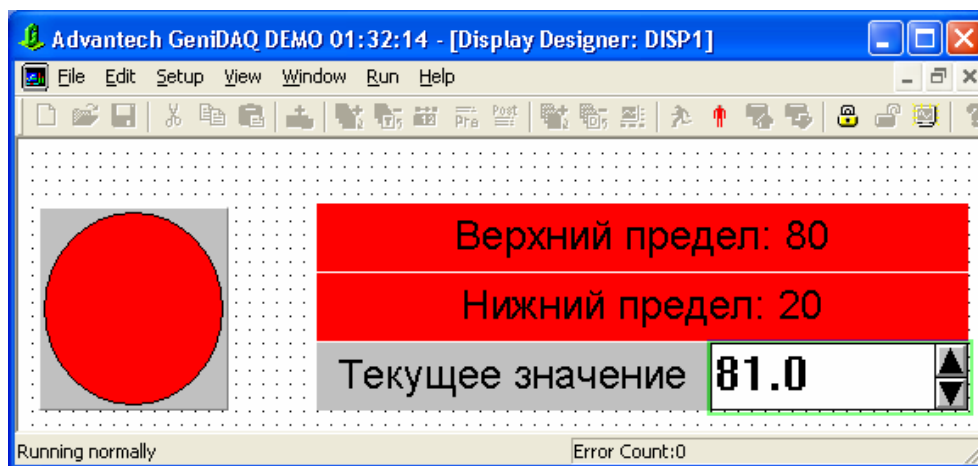
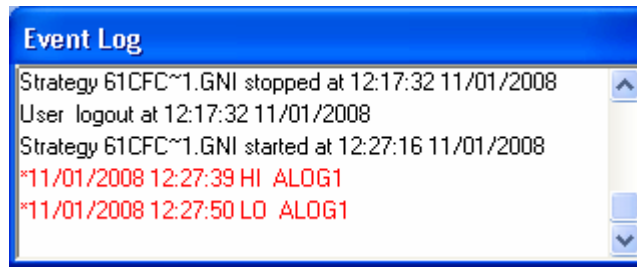

Рис. 4.63. Демонстрация работы проекта в окне отображения
Рис. 4.64. Вид журнала событий
5. *Пятое действие.* Сохраните созданный проект (стратегию) аналогично пятому действию из занятия 1. Выполните команду **Setup | Runtime Preference...** и в появившемся окне диалога установите флаг **Enable event log**. Запустите созданный проект с помощью кнопки **Start** на панели инструментов (рис. 4.63). Для отображения журнала событий выполните команду **View | Event Log** (рис. 4.64). Используя инкрементный регулятор задайте текущие значения 81 и 19 и обратите внимание на изменение состояния индикатора и связанного с этим появление звуковых сигналов. Подтвердите аварийные сообщения двойным щелчком левой клавиши мыши на строках журнала событий, отображаемых красным цветом. Остановить работу проекта можно с помощью кнопки **Stop** на панели инструментов.